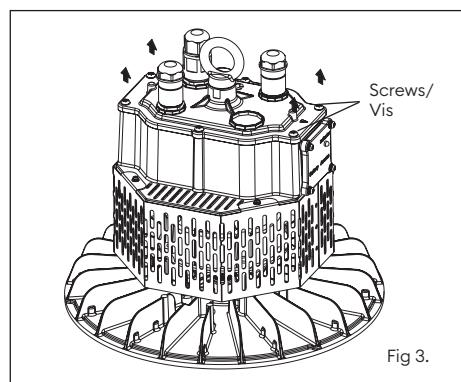

Fig 3.
- Remove the 4 screws shown in (Fig 3).
- Retirez les 4 vis indiquées dans la fig. 3.